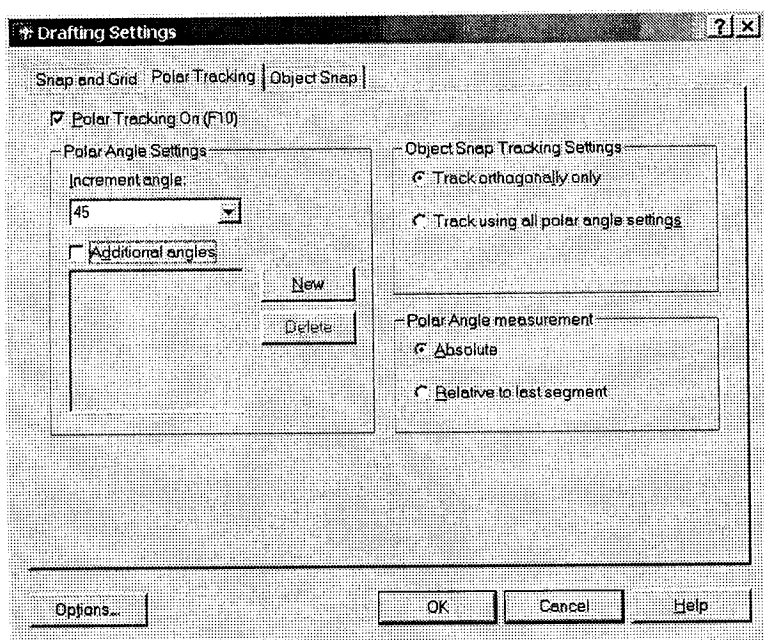

Рис. 1.7
- **POLAR** (полярний) — вмикає або вимикає режим полярного трекінгу (відстеження), при якому система відображає на екрані тимчасові допоміжні нескінченні прямі (лінії вирівнювання), направлені під кутами, кратними куту, вказаному користувачем. За умовчанням крок кута полярного трекінгу дорівнює 90. Змінити значення кроку кута можна на вкладці **Polar Tracking** (рис. 1.7) діалогового вікна **Drafting Settings**, викликати яке можна вибором пункту **Drafting Settings** з меню **Tools** або за допомогою контекстного меню, що відкривається при натисканні правої кнопки миші на кнопці **Polar**. Список **Increment angle** вкладки **Polar Tracking** пропонує наступний стандартний набір значень кроку кута полярного трекінгу: 90, 45, 30, 22.5, 18, 15, 10.5. Можна також задати власні значення кроку кута полярного трекінгу, для чого потрібно натиснути кнопку **New** і в полі **Additional angles** ввести потрібне значення.